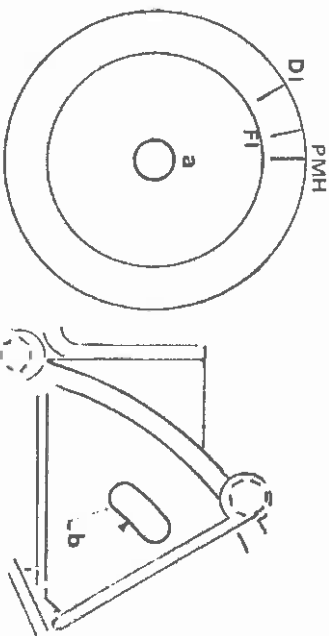

Fig. D 4
#### 3.1. LES REPERES FRAPES SUR LE VOLANT SONT (a fig. D 4)
- L'index fixe (b fig. D 4) est une saignée dans la lumière cône gauche du flasque d'inverseur.
#### 3.1. THE MARKS STAMPED ON THE FLYWHEEL ARE (a. fig. D 4)
- The fixed index (b. fig D 4) is a notch in the opening on the left side of reversing gear flange